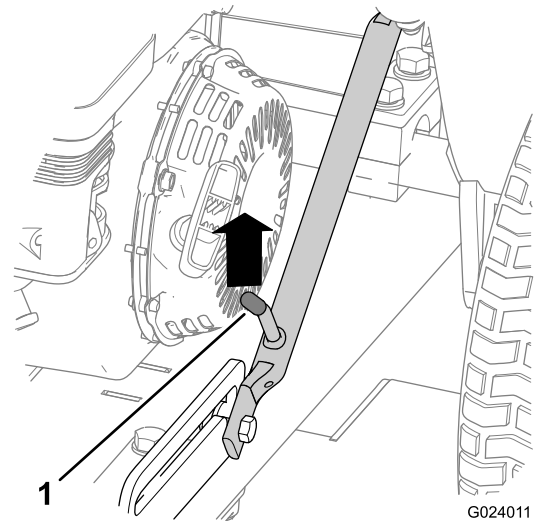
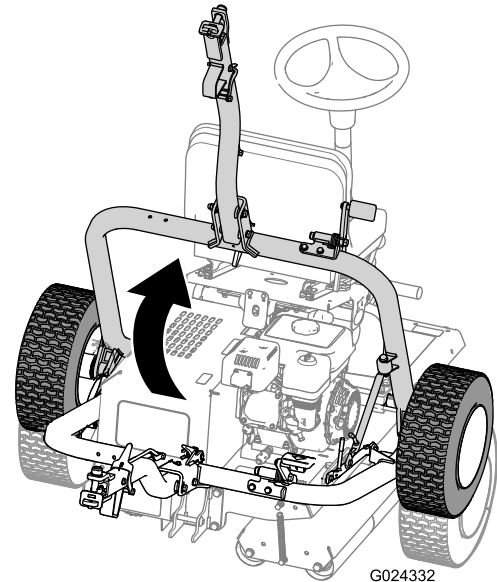

Bild 15
Bild 19
- A. Drücken Sie die Anbauvorrichtung nach oben, bis der Sperrhebel aus der seitlichen Arretierung entriegelt ist (Bild 15).
D. Heben Sie die Anbauvorrichtung (Bild 19) an, bis der Sperrhebel in der seitlichen Arretierung einrastet (Bild 15).